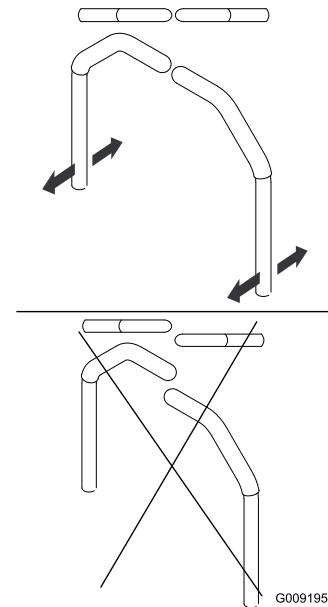

Bild 82
4. Richten Sie die Hebel in Längsrichtung aus. Bringen Sie die Hebel zuerst in der Neutral-Stellung zusammen und schieben Sie die Hebel dann so lange, bis sie ausgerichtet sind. Ziehen Sie dann die Schrauben an (Bild 82).